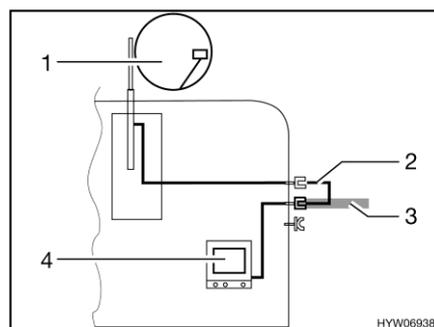

Fig. 131 TV en el vehículo
- TV en el vehículo (Fig. 131,4): Conexión a la antena del techo (Fig. 131,1) con el cable de conexión (Fig. 131,2)
- TV en el vehículo (Fig. 131,4): Conexión a antena externa (Fig. 131,3)